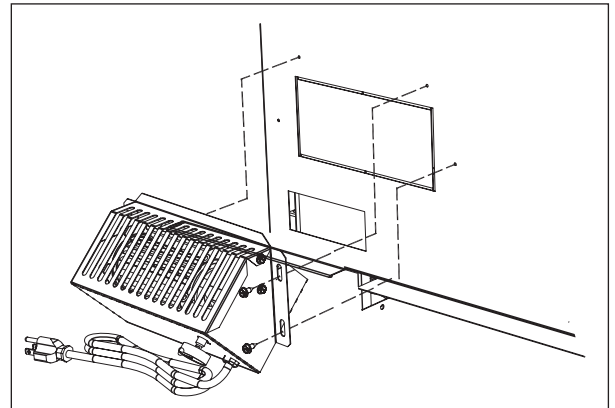

Figure 1
2. Fixez l'assemblage du souffleur au boîtier de fixation avec les 4 vis retirées à l'étape 1. Voir la Figure 1.